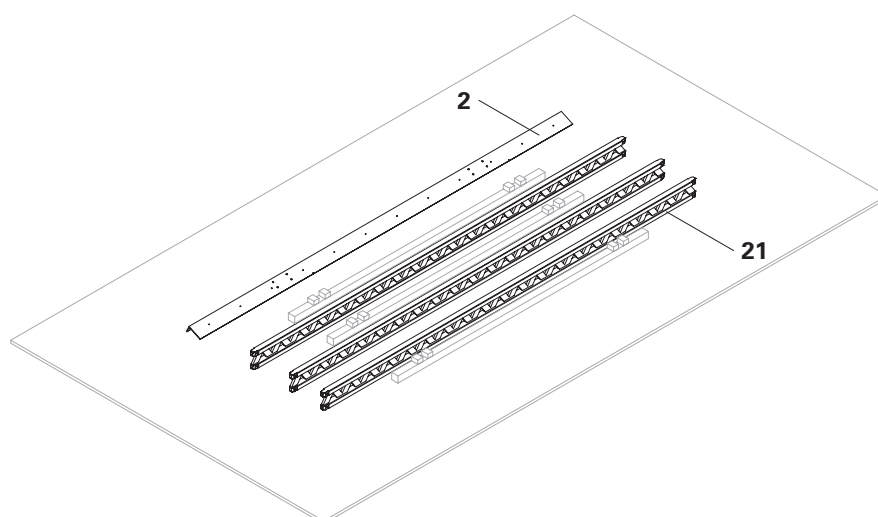

Fig. B4.04
1. Disporre l'angolo per mensola ACS 2 (**2**) e la trave per cassaforma GT 24 (**21**) sull'area di montaggio e allinearla approssimativamente alla posizione di installazione. (Fig. B4.04)